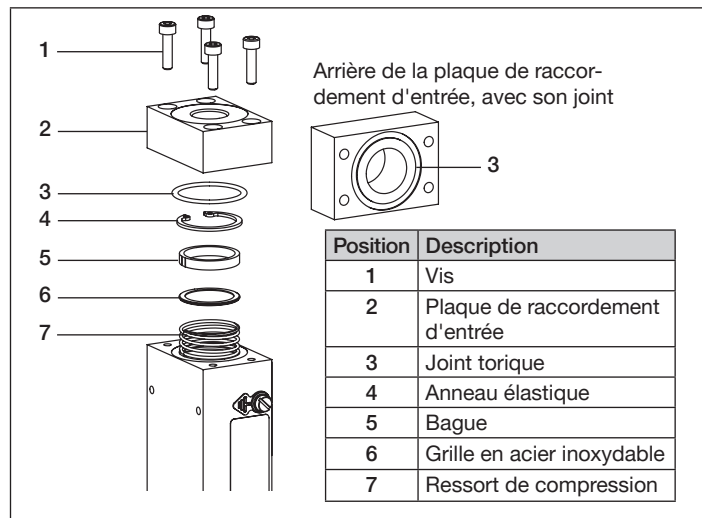

Fig. 24 : Nettoyage de la grille en acier inoxydable
- Vérifier régulièrement l'encrassement de la grille en acier inoxydable [5] (voir Fig. 24).
- Démontez la plaque de raccordement d'entrée [2] en dévissant les 4 vis [1] (voir Fig. 24).